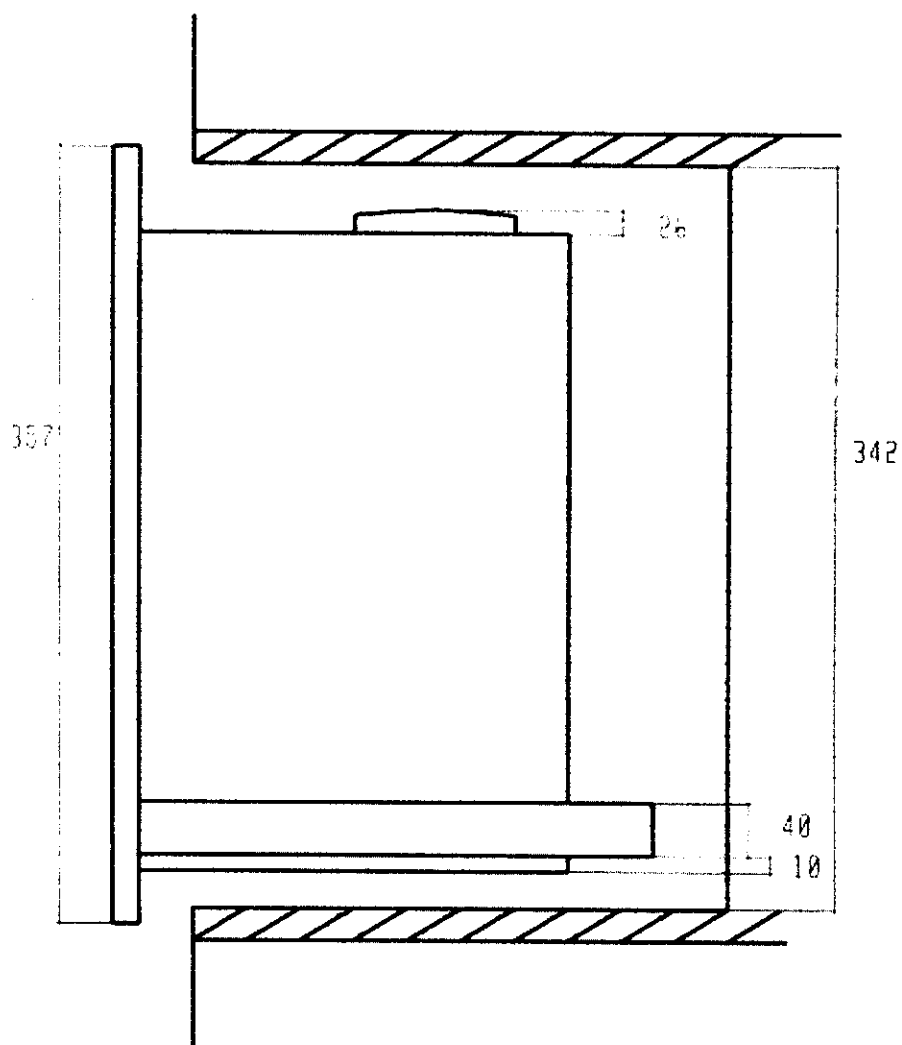

Fig. 4
- Inserire le guide telescopiche della macchina da caffè nei supporti montati all'interno del mobile e farle scorrere fino a fine corsa per far scattare i fermi di sicurezza (fig. 4).